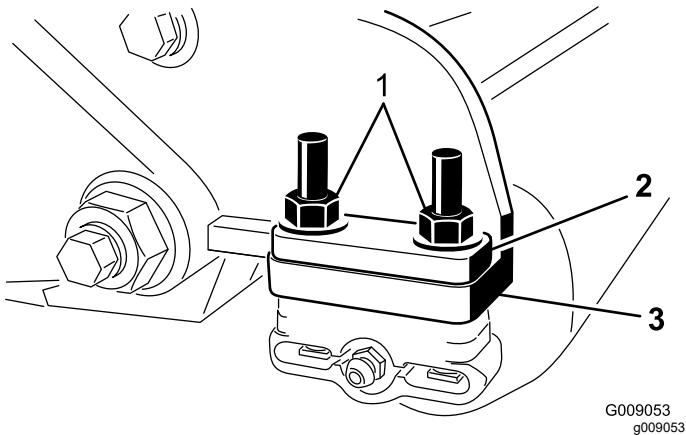

Figura 23
- 9. Togliete i 2 dadi che fissano ogni staffa del rullo alle piastre laterali (Figura 23). Non togliete i bulloni.